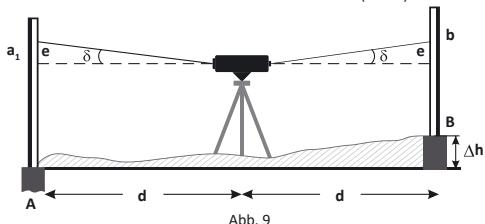

Abb. 9
- a) Stellen Sie das Nivelliergerät in der Mitte zwischen zwei Nivellierlatten auf, die ca. 50 m voneinander entfernt sind. Lesen Sie die Höhe an Punkt A und Punkt B ab. Berechnen Sie die Differenz  $dh = a_1 - b_1$  (Abb.9).